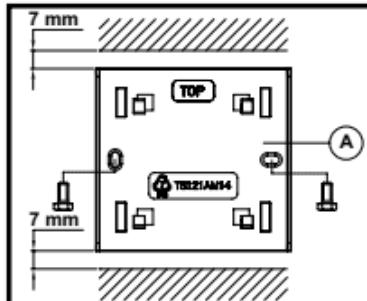

Fig. 3.
1. Bevestig de borgplaat A (fig. 3) met de bijgeleverde schroeven op een inbouwdoos resp. rechtstreeks aan de muur met de schroeven en pluggen. De markering "TOP" dient zich aan de bovenzijde van de borgplaat te bevinden.